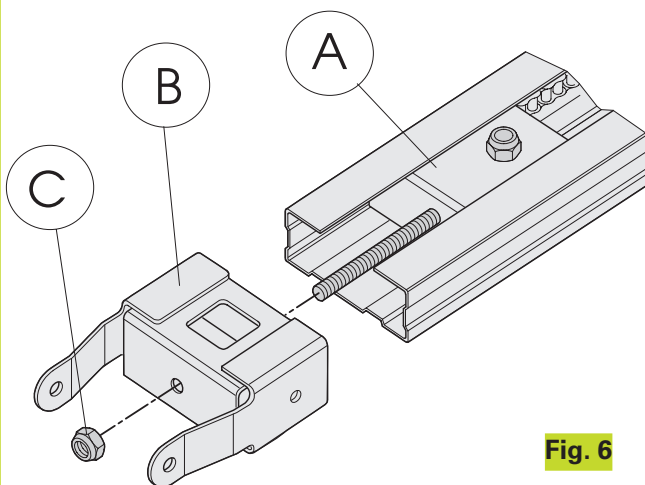

Fig. 6
Encombrement maximum du plafond	35 mm (Voir Fig.6)
- 2) Faire coulisser le groupe de renvoi sur toute la longueur du rail de guidage (fig. 6 réf. A) pour l'amener à proximité de l'élément antérieur, opposé au groupe d'embrayage de la traction.
- 3) Assembler la patte d'attache antérieure (fig. 6 réf. B) au groupe de renvoi (fig. 6 réf. A).
- 4) Tendre légèrement la chaîne en vissant l'écrou (fig. 6 réf. C).